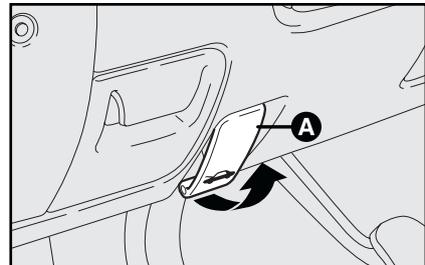

fig. 133
- Tirer dans le sens de la flèche le levier **A**-fig. 133, situé à gauche de la colonne de direction.